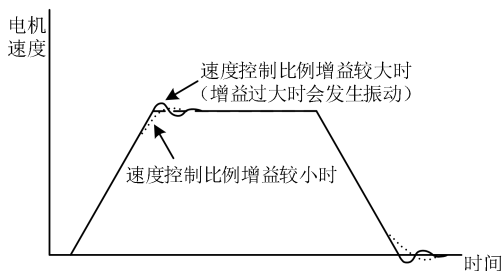

图 5-5 比例增益变更时的响应
- ◆ 比例系数 P6.01 的微调：这是调整速度控制（ASR）响应的增益。增大设定值时，响应性将提高。通常，负载越大设定值也越大。但是，设定值过大电机会发生振动。操作速度控制（ASR）的比例增益时的响应示例如图 5-5。